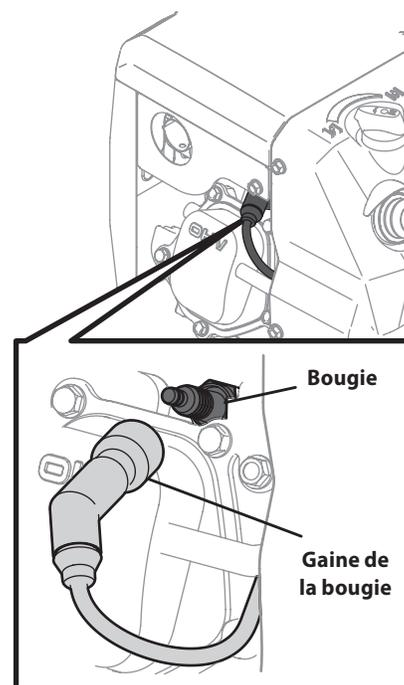

Figure 6-1
1. Débranchez le fil de la bougie et éloignez-le de celle-ci. Voir la Fig. 6-1.
- Dégagez la gaine de la bougie. Voir la Fig. 6-1.